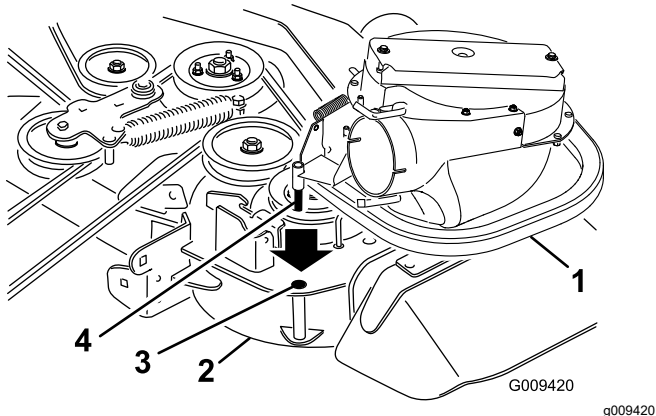
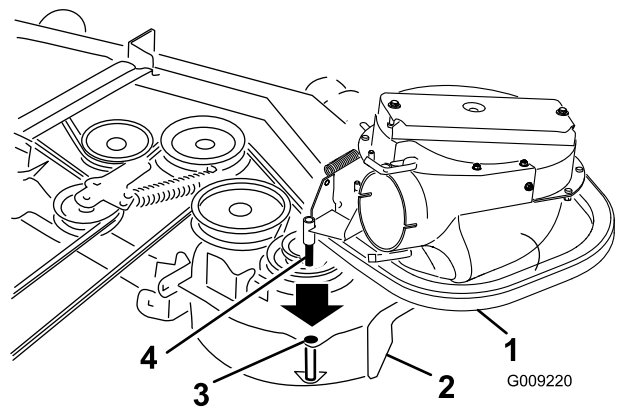

Figura 16
Figura 17
2. Introduzca la clavija del soplador en el taladro del pivote (Figura 16 o Figura 17).